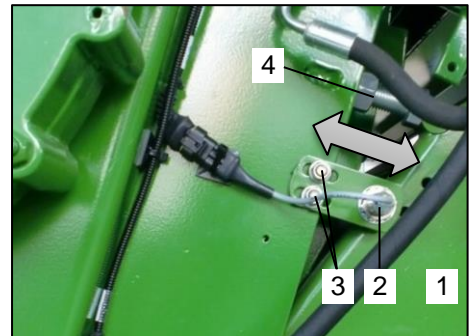

Bild 93: Sensor Einstellung
Das Schneidwerk (Bild 93 / Pos.1) verfügt über eine Kontrolleinrichtung. Ist der Schneidwerkrahmen (Bild 93 / Pos.1) nicht vollständig eingeschwenkt und liegt somit noch nicht an den Stellschrauben (Bild 93 / Pos.4) an, wird der Sensor (Bild 93 / Pos.2) geschaltet. Die Diode am Sensor (Bild 93 / Pos.2) leuchtet und das Terminal Display signalisiert das ausgeschwenkte Schneidwerk (Bild 93 / Pos.2).
Zur Einstellung des Sensors (Bild 93 / Pos.2) muss wie folgt vorgegangen werden:
- Schwenken Sie das Schneidwerk (Bild 93 / Pos. 1) vollständig ein. Es liegt somit an den Stellschrauben (Bild 93 / Pos. 4) an.
- Lösen Sie am Sensor- Halter die Muttern (Bild 93 / Pos.3).
- Verschieben Sie den Sensor (Bild 93 / Pos.2), bis die Leuchtdiode am Sensor (Bild 93 / Pos.2) erlischt.
- Halten Sie den Sensor (Bild 93 / Pos.2) in dieser Position und ziehen Sie die Mutter (Bild 93/ Pos.3) wieder an.